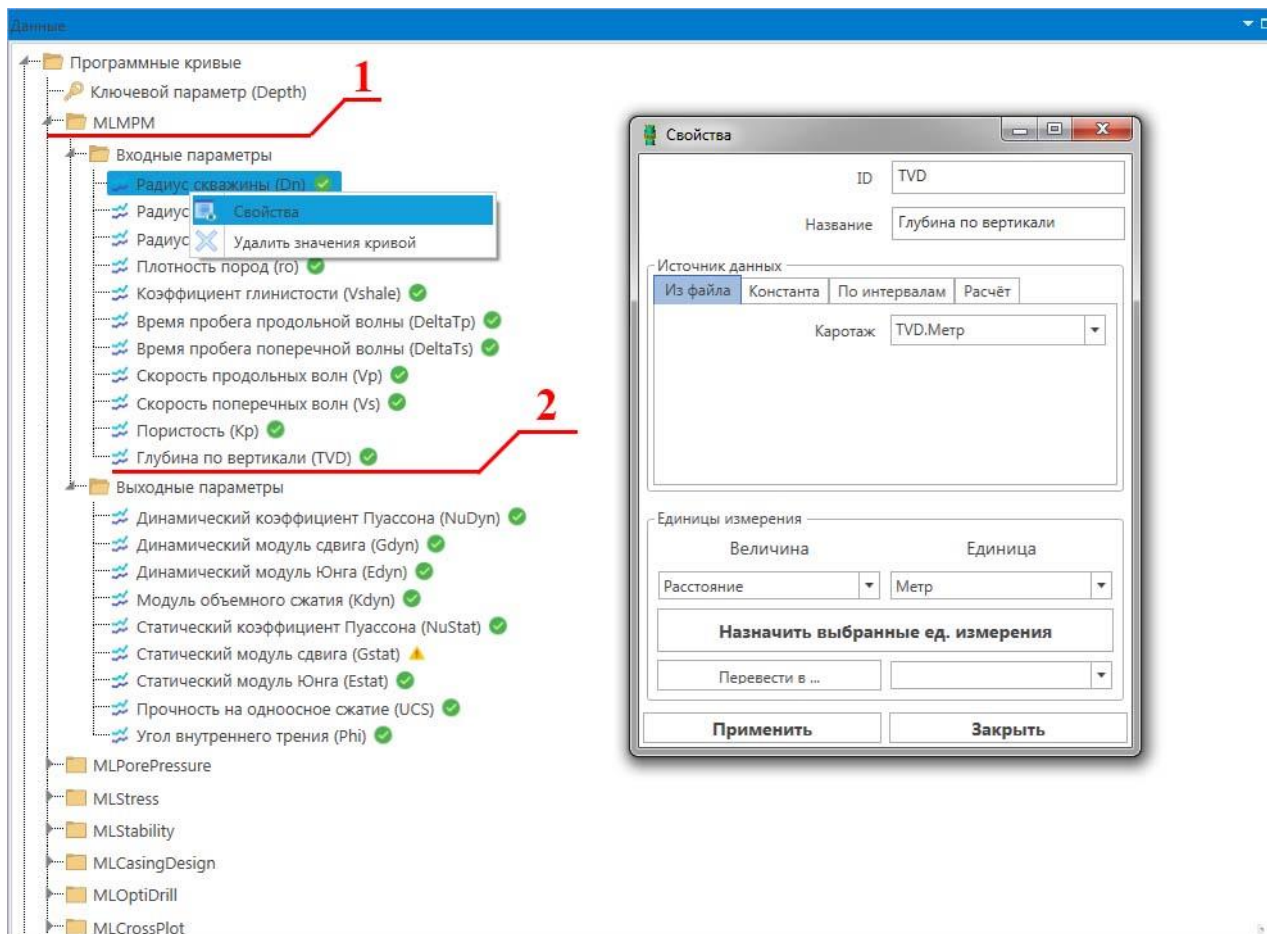

Рисунок 14 Настройки программных кривых
1. Программные кривые (*Рисунок 14*). Все данные разбиты по модулям, входным и выходным параметрам. Наименование кривой включает краткое описание и в скобках сокращенное обозначение, под которым данная переменная хранится в ПО и как к ней можно обращаться при различных расчётах через функционал ПО, если того требует алгоритм. Справа от наименования располагается индикатор наличия данных. Если параметру в программе не поставлена в соответствие кривая из файла, или она заполнена пустыми значениями (по умолчанию это «не число» - NaN), либо значения параметра не заданы иным образом, то напротив него показывается желтый восклицательный знак. Для проведения расчётов требуется задать значения для параметра. Контекстно меню включает пункты: